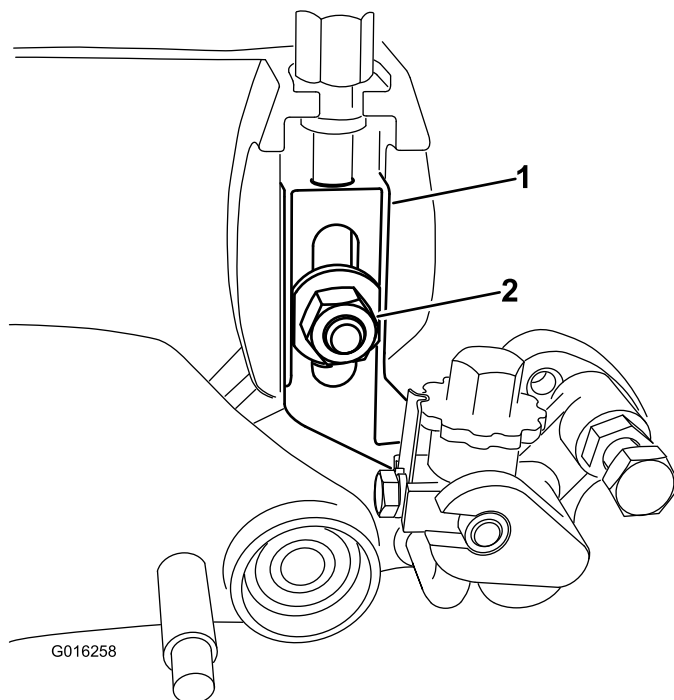

Figure 30
5. Enlevez le boulon de charrue, l'écrou et la rondelle qui fixent le bras de hauteur de coupe à la plaque latérale (Figure 30).